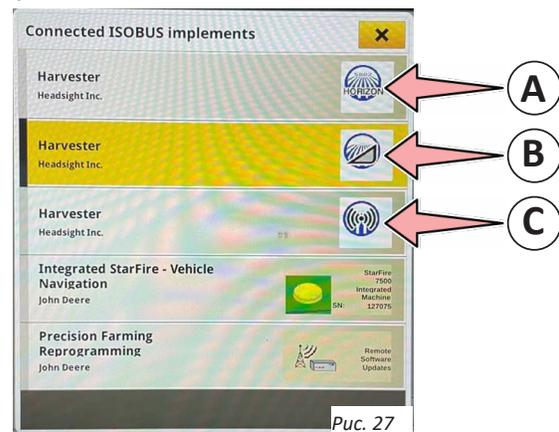

Рис. 27
7. Выберите средний вариант «Harvester Headsight Inc.» (B), сРис. 27 на странице 17). Это специализированное приложение AirFlex, в котором можно проверить и отрегулировать давление воздуха, изменить режимы жатки — FLEX (ПЛАВАЮЩИЙ) или RIGID (ЖЕСТКИЙ), — а также переключаться между функциями мотовила и функциями наклона жатки/перемещения копирующих башмаков. Установите режим жатки, который требуется откалибровать, и перейдите в меню диагностики.
9. Вернитесь к первому варианту «Harvester Headsight Inc.» (A), см. Рис. 27 на странице 17) Чтобы войти в экран калибровки, выберите режим «CAL» (КАЛИБРОВКА), как показано ниже.